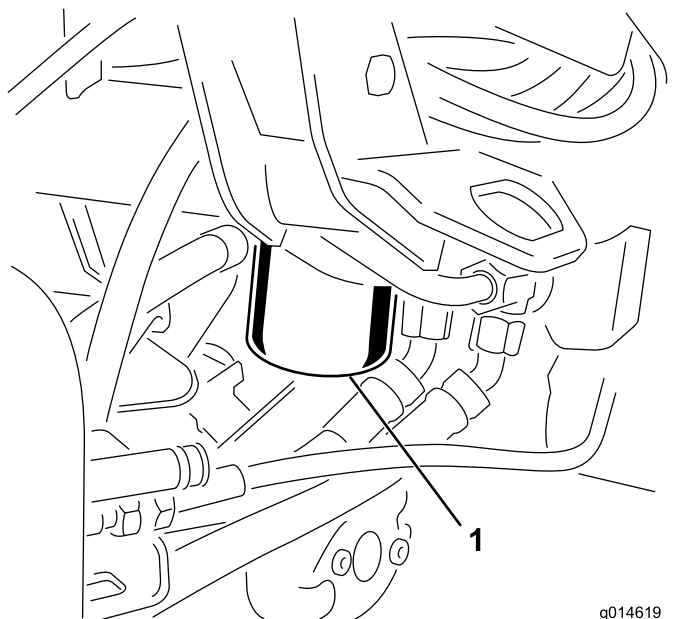

Bild 39
3. Richten Sie auf der rechten Seite der Maschine eine Auffangwanne unter den Hydraulikfilter (Bild 39).
5. Entfernen Sie den alten Hydraulikfilter aus dem Filterkopf und bauen Sie den neuen Hydraulikfilter (Bild 39) schnell ein, indem Sie ihn per Hand eindrehen, bis die Dichtung den